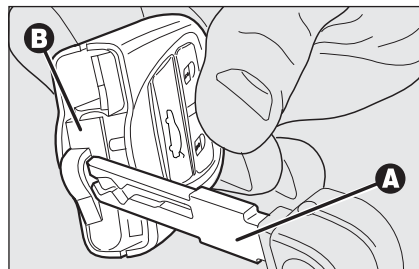

fig. 10
- ☐ sfilare il cassetto **B-fig. 10** (di colore rosso) inserito a pressione facendo leva con l'inserto metallico **A** della chiave elettronica nel punto indicato in figura;